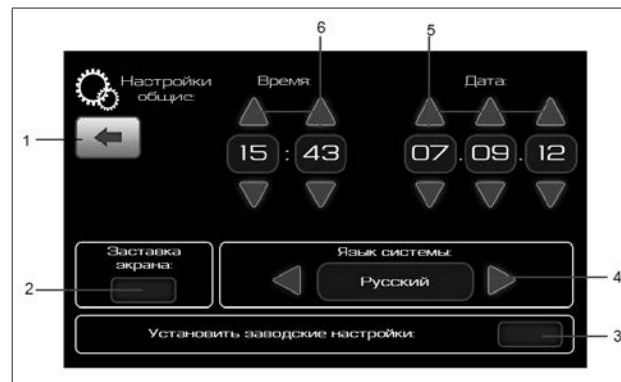

Рис. 16. Окно общих настроек
- Для установки заставки экрана нужно нажать кнопку 2 (рис. 16). Заставка отображается на экране, показывая время и дату, если в течение одной минуты пользователь не производил никаких действий с радиоприемником.